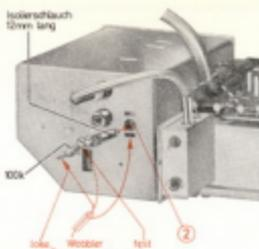

Abb. 1
Wobbler über 100 K an Meßpunkt ②. Dieser Meßpunkt ist im NSF-Tastentuner als versenkter Stift ausgebildet. Über den Stift paßt ein Büschelstecker. Isolieren Sie den Stecker gegen das Gehäuse mit einem 12 m/m langen Stück Isolierschlauch. (Abb. 1).